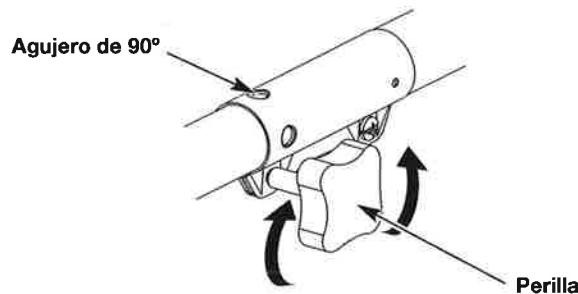
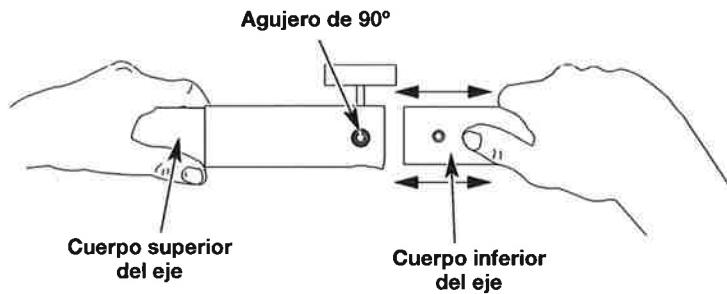

Fig. 1
Fig. 3
1. Para aflojar, gire la perilla en sentido contrario a las agujas del reloj (Fig. 1).
2. Mientras sostiene el accesorio con firmeza, intodúzcalo directamente en el acoplador hasta que el botón de desconexión encaje firmemente en el agujero de 90° (Fig. 3).
3. Para apretar, gire la perilla en el sentido de las agujas del reloj (Fig. 1).
PRECAUCIÓN: Antes de operar la unidad, asegúrese de que el botón de desconexión esté completamente encajado en el agujero de 90° (Fig. 3) y que la perilla (Fig. 1) esté bien apretada. Usar un orificio incorrecto podría ocasionar lesiones personales o daños a la unidad.
Para hacer cortes (orillados) decorativos con el accesorio de corte del cabezal de línea, trabe el botón de desconexión del accesorio en el interior del orificio de 90° (Fig. 1).
3. A la vez que sujetá firmemente la caja del eje superior, saque el accesorio del acoplador (Fig. 3).